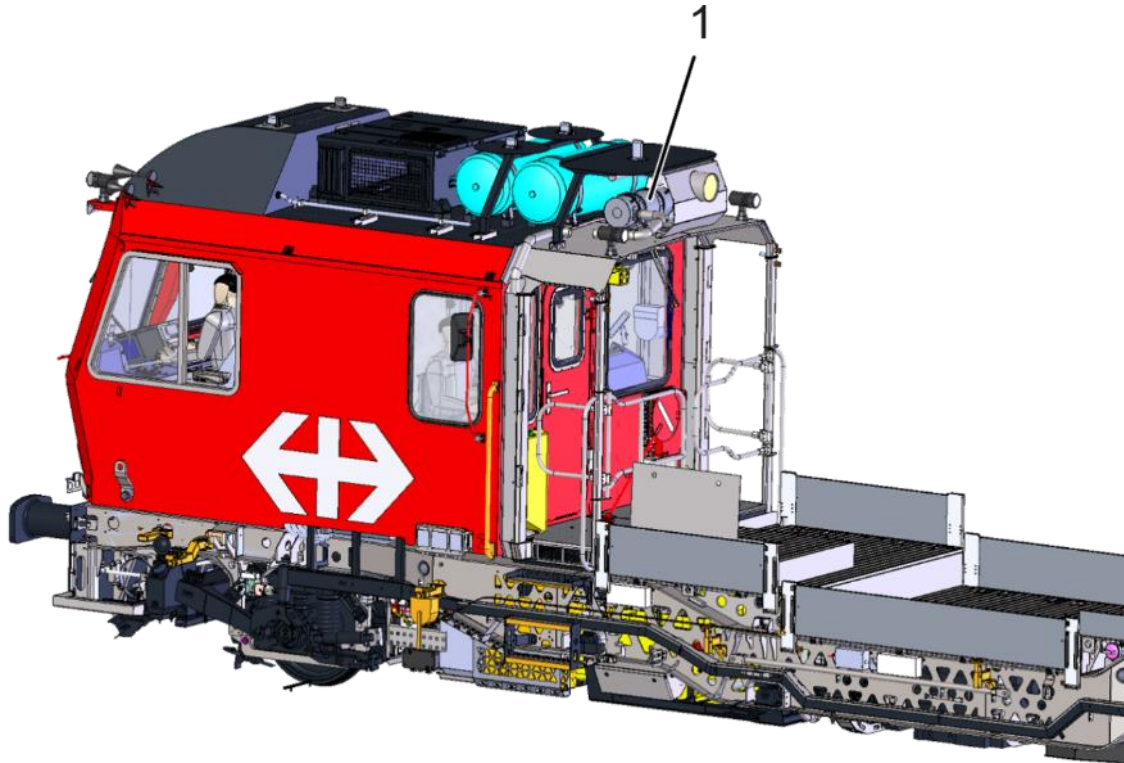

Abb. 21: Einbauort Clean Emission Module (CEM)
Das Clean Emission Module (CEM) des Arbeitsdieselmotors, siehe Abb. 21 (1), ist auf dem Fahrzeugdach verbaut.